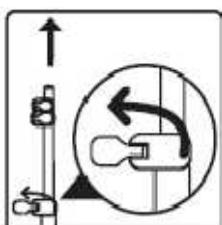

fig.9
1. Déployez la tige jusqu'à sa taille maximale en tirant chaque partie vers le haut et verrouillez les trois attaches de fixation. (fig.9)